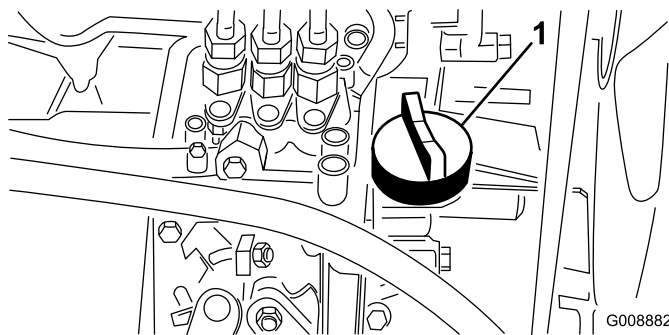

Figure 36
4. Si le niveau est bas, retirez le bouchon de remplissage (Figure 36) et versez progressivement de petites quantités d'huile, en vérifiant fréquemment le niveau, jusqu'à ce que l'huile atteigne le repère maximum sur la jauge.